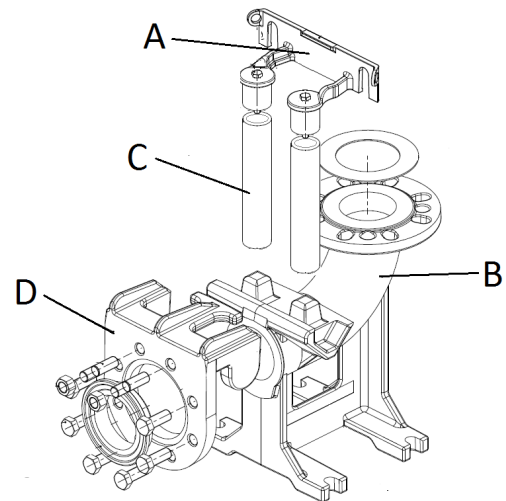

Fig. 5
- Fijar la abrazadera (soporte) de fijación de los tubos (fig. 5 - posición A) guía en el borde del depósito.
- Posicionar en el fondo del pozo el pie de apoyo para el acoplamiento automático (fig. 5 - pos. B) y controlar, mediante el uso del plomo, que las salientes cónicas usadas para la inserción de los tubos guía se encuentren en una posición totalmente perpendicular con respecto a las correspondientes salientes del soporte de fijación del borde del depósito. Verificar también el nivel plano mediante el empleo de un nivel de burbuja.
- Marcar la posición de los ojalos presentes en el pie de soporte, luego medir la longitud exacta de los tubos de guía (fig. 5 - pos. C).
- Instalar la brida especial (fig. 5 - pos. D) corrediza-guía en la boca de impulsión de la bomba y enganchar la cuerda o cadena en la manija u ojal colocados en la parte superior del cuerpo.